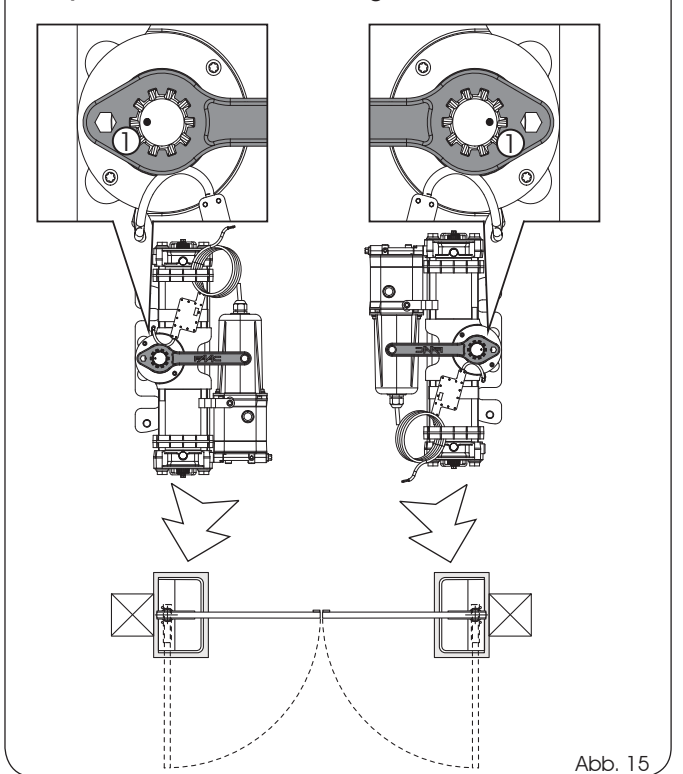

Abb. 15
- 6) **Ohne das Ritzel zu bewegen**, den mitgelieferten Schlüssel am Antrieb einsetzen (**die Position des Körners am Ritzel Abb. 15, ①**) überprüfen und eventuell das Ritzel drehen, um die Position zu korrigieren (**wichtig zur richtigen Kupplung Ritzel-Nutbuchse bei der Montage**).